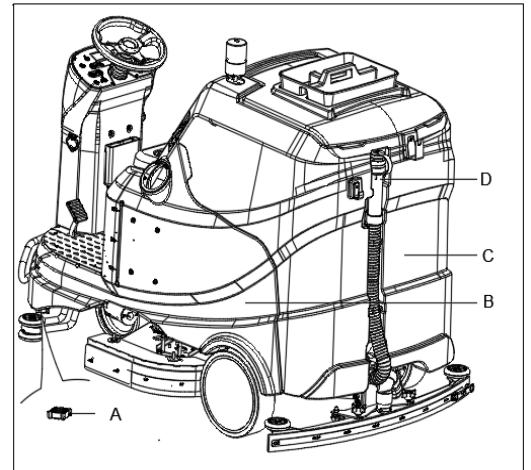

Abb. 15
Wenn die Multifunktionsanzeige (47, Abbildung 3) ERROR24 anzeigt und die Anzeige für einen vollen Schmutzwassertank (48, Abbildung 3) an ist. Diese zeigt an, dass der Schmutzwassertank (C, Abbildung 15) voll ist, der Saugmotor kann den Boden nicht mehr trocknen. Entleeren Sie den Schmutzwassertank wie folgt:
4. Entleeren Sie den Schmutzwassertank mit dem Schlauch (F, Abbildung 15). Spülen Sie dann den Schmutzwassertank (C, Abbildung 15) mit sauberem Wasser.
1. Entleeren Sie den Reinigungslösungstank über die Ablassabdeckung (A, Abbildung 15). Nach der Beendigung spülen Sie den Behälter gründlich mit klarem Wasser aus.
2. Leeren Sie die Tanks (B und C, Abbildung 15), wie im vorherigen Absatz gezeigt.